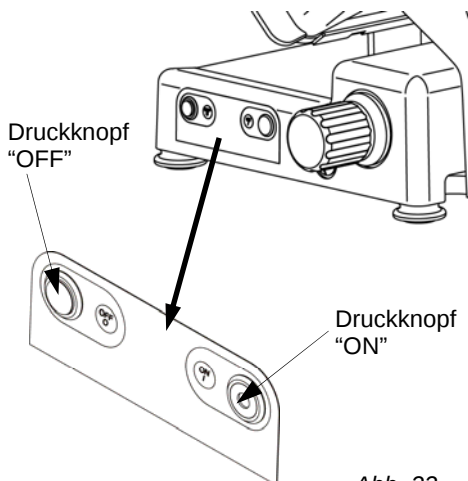

Abb. 22
- Einschaltdruckknopf "ON" und Auschaltdruckknopf "OFF" Abb. 22 drücken;